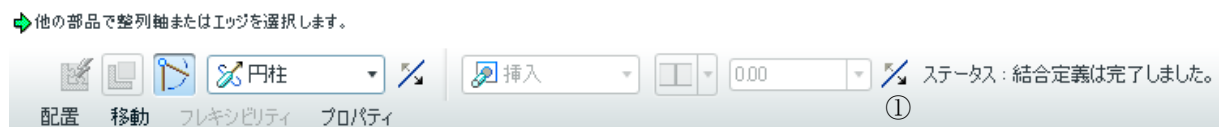

図 11 円柱拘束の指定
画面右側にあるアセンブリアイコンを再びクリックし、メニューより **piston.prt** を選び「開く」をクリックする。ピストンはシリンダー内部を上下に移動する。このような運動には pro/E では円柱拘束を適用する。拘束定義ウィンドウより「円柱」を選び(図 11)、ピストン外側の曲面とシリンダー内側の曲面をクリックする (図 12)。ピストンはシリンダーと円柱の軸が一致するように移動する (図 13)。ここで、ピストンの上下が逆向きに配置された場合には「挿入拘束を反転」をクリックして上下を反転させる (図 11 の①)。